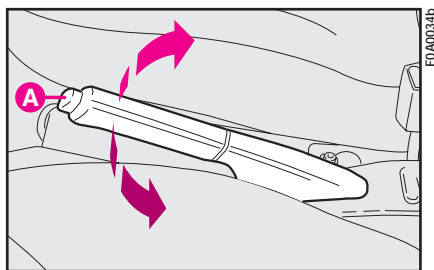

рис. 1
1) Слегка потяните рычаг и нажмите кнопку **A** (рис. 1).